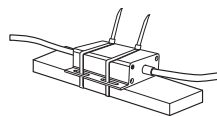

Figura 7
- Coloque la caja de control en la posición adecuada según los elementos que la rodeen, como se muestra en la figura 7. No la instale en una zona con una temperatura elevada, con piezas móviles o que pueda interferir con otras piezas móviles.